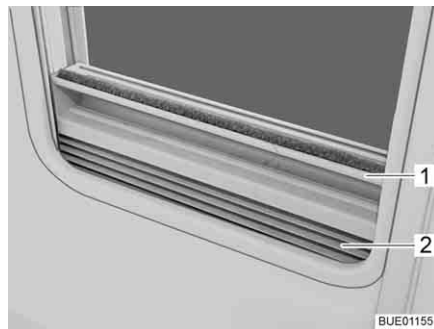

Fig. 29 Dispositif occultant plissé
- Saisir le dispositif occultant plissé (Fig. 29,2) par le centre de la barre-poignée (Fig. 29,1), le tirer du bas vers le haut et le relâcher à la hauteur voulue. Le dispositif occultant plissé reste alors à cette hauteur.